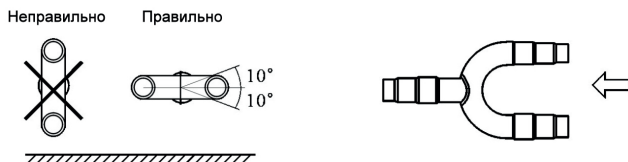

Рисунок 10.6.6
10.6.3.3 Разветвители должны располагаться горизонтально с угловой погрешностью не более 10° . Неправильный монтаж, как показано на рис. 10.6.6, может привести к нарушениям работы системы.